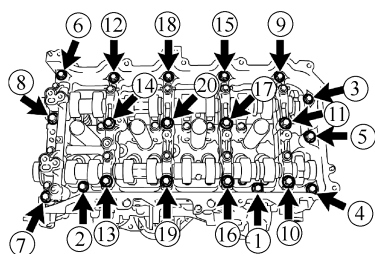

图 1-158 拧下轴承盖螺栓
③ 拆下 2 个螺栓、链条张紧器和衬垫。
① 按图 1-158 中数字所示顺序, 均匀地拧松并拆下 20 个轴承盖螺栓。